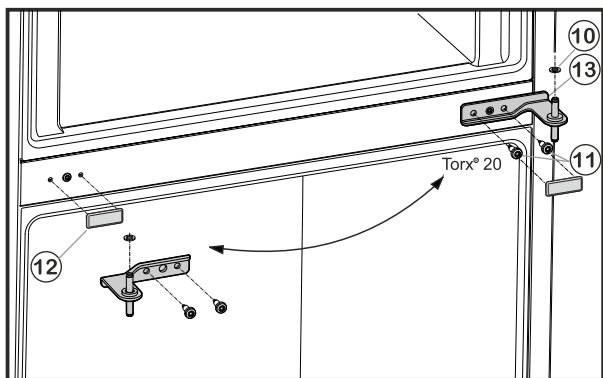

Fig. 6
- ▶ Tekerje ki a rögzítőcsavarokat Fig. 6 (11) (2 db Torx® 20), és húzza ki a középső csapágybakot az alsó ajtóból.
- ▶ Vegye le a műanyag alátétet Fig. 6 (10).
- ▶ Óvatosan húzza le a fedelet Fig. 6 (12).
- ▶ A fedelet Fig. 6 (12) az ellenkező oldalon szerelje vissza.
- ▶ A középső csapágybakot Fig. 6 (13) 180°-kal elfordítva csavarozza be az alsó ajtóba rögzítőcsavarokkal Fig. 6 (11) (2 db Torx® 25) **erősen (4 Nm-es nyomaték)** az új csuklópánt oldalára.
- ▶ Helyezze vissza a műanyag alátéteket Fig. 6 (10).
- ▶ A felső ajtót helyezze a középső csapágybakra Fig. 6 (13).